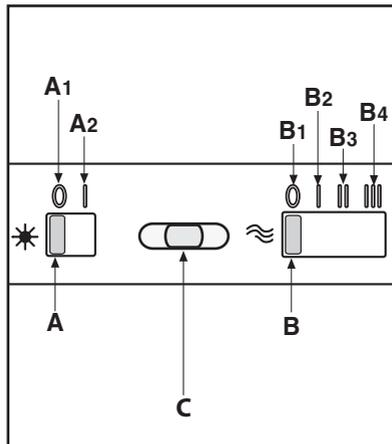

Fig.7
• **Сигналы управления (Рис.7) slider** - символика указана ниже: